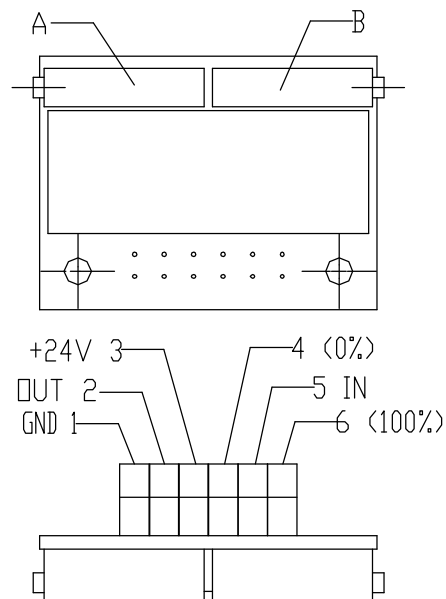

Рис.7
4.3.2 EPV - 3-проводниковое включение (рис.7)
- Установите датчик сопротивления на основании инструкций в предыдущей главе так, что величину сопротивления измеряйте на клеммах 0%-100% (рис.7) (употреблен датчик с сопротивлением 2000Ω или 100Ω).
- Поворачиванием устанавливающего триммера А (рис.7) установите мин. величину выходного сигнала тока для положения "закрыто", измеряемого на клеммах 81-82.
- Поворачиванием устанавливающего триммера В (рис.7) установите макс. величину выходного сигнала для положения "закрыто" измеряемого на клеммах 81-82.